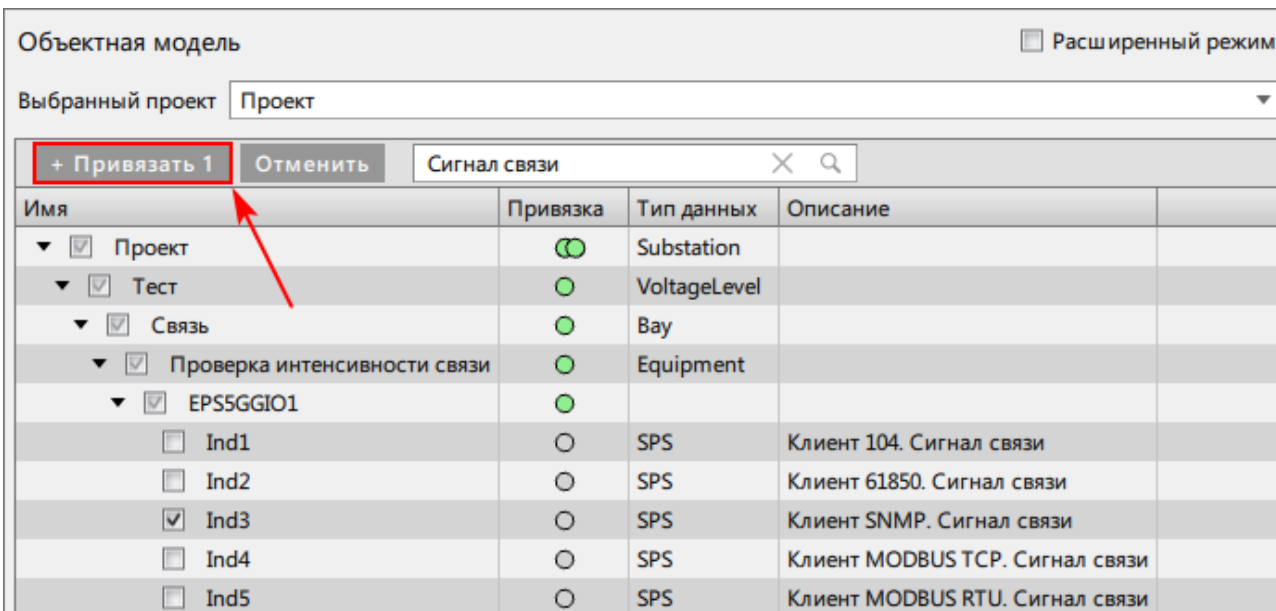

Рисунок 251 - Привязать сигнал
4. Нажмите + **Привязать** (Рисунок 251).